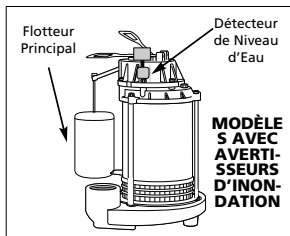

Figure 3 - Détecteur de Niveau d'Eau
3. L'avertisseur fonctionne lorsque l'eau atteint le détecteur de niveau d'eau (Voir Figure 3). **REMARQUE:** Soulever le détecteur de niveau d'eau jusqu'à ce que l'avertisseur sonne pour faire l'essai.